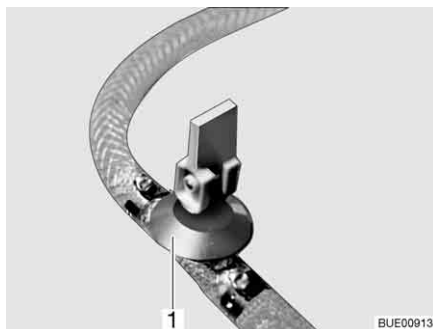
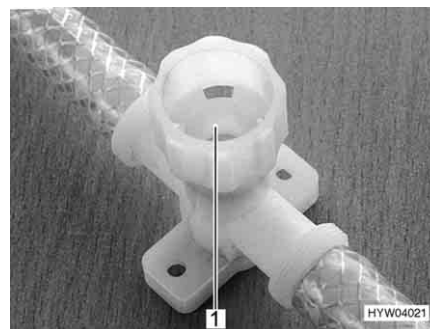

Fig. 235 Robinet de vidange (avec levier à bascule)
Fig. 236 Robinet de vidange (avec capuchon tournant)
- Fermer tous les robinets de vidange. Placer pour ce faire le levier à bascule (Fig. 235,1) à l'horizontale ou faire tourner le capuchon du robinet de vidange (Fig. 236,1) dans le sens des aiguilles d'une montre.